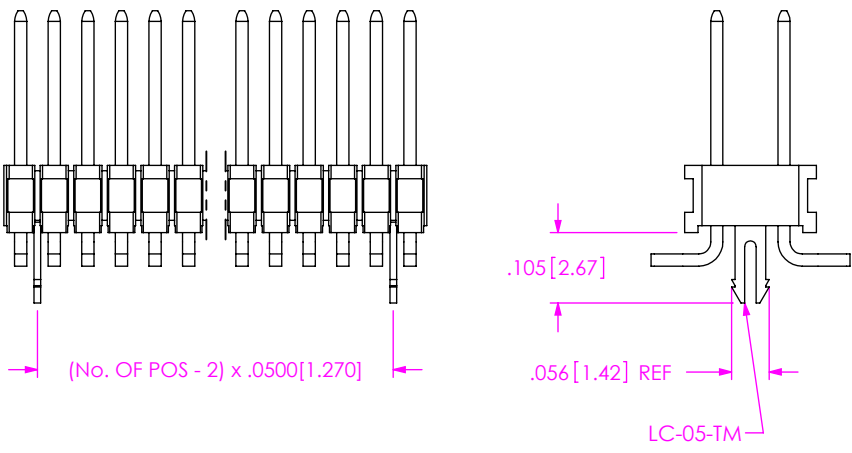

FIG 4
-LC: STAKED LOCKING CLIP (USE LC-05-TM) (SEE FIG 4, SHT 2 & NOTE 10)